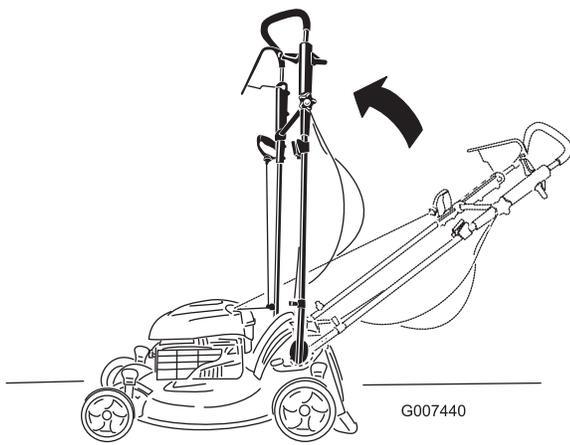

Figur 53
1. Trampa på fotpedalen och håll den nere (Figur 53).